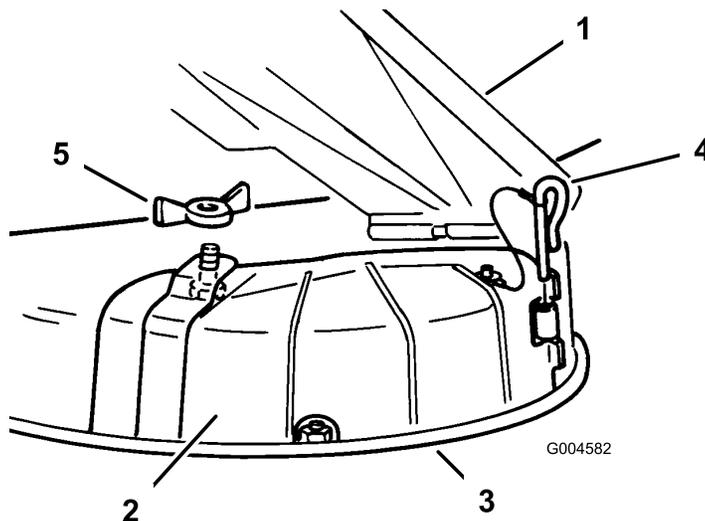

Bild 18
3. Entfernen Sie die Flügelmuttern und die Schraube, mit denen die Abdeckung befestigt ist (Bild 18).
4. Entfernen Sie die Scharnierstifte, mit denen die Abdeckung am Mähwerk befestigt sind (Bild 18).
3. Heben Sie das Ablenkblech hoch und legen die Auswurfkanalabdeckung über die Öffnung und auf die untere Lippe des Mähwerks, wobei Sie die Abdeckung gleichzeitig in das vordere Scharnier stecken (Bild 18).
4. Schieben Sie den Scharnierstift durch das Scharnier (Bild 18).
5. Befestigen Sie die Auswurfkanalabdeckung mit der Flügelmutter am Mähwerk (Bild 18).